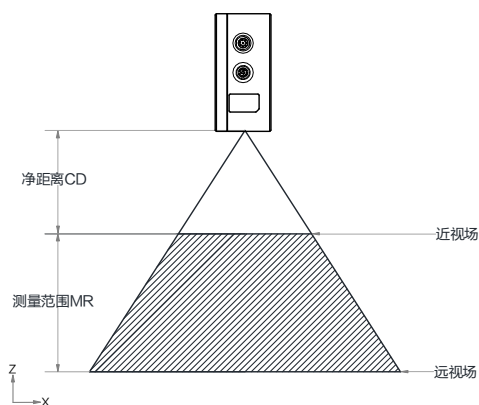

图1-1 测量范围视图
净距离 (CD)	被测物在测量范围内时，与设备之间的最小距离，如图 1-1 所示。 若被测物与设备之间的距离小于该值，将无法获得有效数据。
测量范围 (MR)	设备可测量的深度范围，如图 1-1 所示。 若被测物不在测量范围内，则无法获得有效数据。
近视场	测量范围离设备最近端对应的视野大小，如图 1-1 所示。
远视场	测量范围离设备最远端对应的视野大小，如图 1-1 所示。